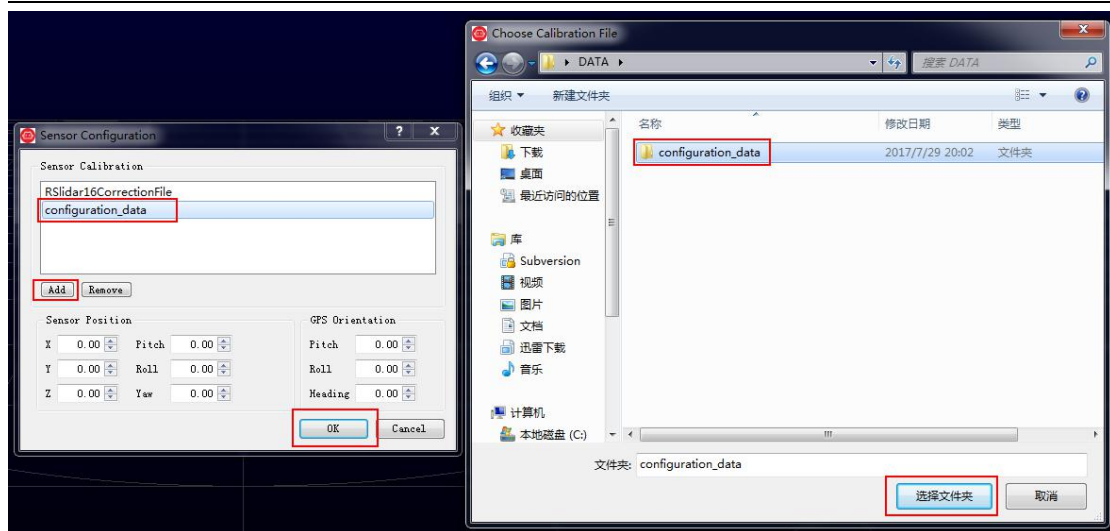

图 C-2 旋转 RS-LIDAR-16 参数配置文件
4. 在弹出的 **Sensor Configuration** 窗口中，默认包含一个命名为 RSlidar16CorrectionFile 的雷达参数目录，但是请 Add 您购买的雷达对应的参数目录，否则显示的点云图形将会混乱。选择配置文件所在文件夹然后点击 **OK** (图 C-2)。注意配置文件的文件夹路径中不能包含有中文或者中文字符，并且所选择文件夹下需要有三个 CSV 格式文件 (angle.csv, ChannelNum.csv, curves.csv)。您可以在 RS-LiDAR-16 的包装里面的 U 盘里面找到对应的配置文件文件夹 configuration_data。